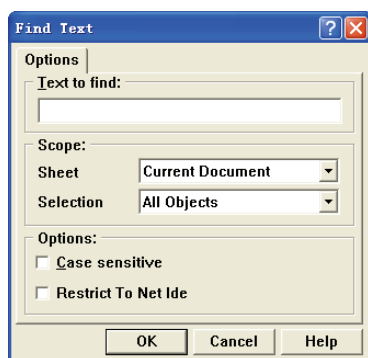
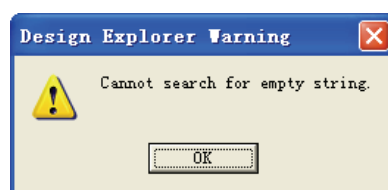
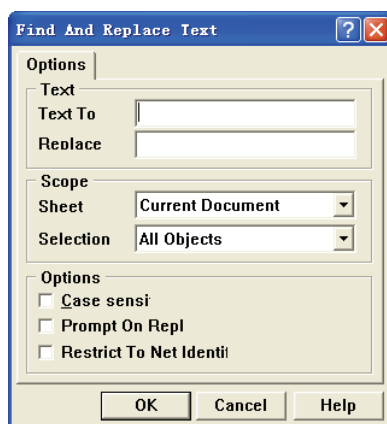

图 4-97 “Find Text” 设置对话框
图 4-98 “Design Explorer Warning” 提示对话框
图 4-99 “Find And Replace Text”设置对话框
(1) 执行该命令后, 弹出如图 4-97 所示的查找字符对话框。
(2) 按照所需设置完对话框内容之后, 单击  按钮开始查找。
(3) 如果查找成功, 在视图的中心高亮显示要查找的元件。如果没有找到需要查找的元件, 屏幕上则会弹出 “Design Explorer Warning” 提示对话框, 警告查找失败, 如图 4-98 所示。
执行该命令后,这时屏幕上就会出现如图 4-99 所示的对话框。按照所需设置完对话框内容之后,单击  按钮,按照设置的选项将工作区中的文本进行替换。
可以看出图 4-99 和图 4-97 所示的两个对话框非常相似,对于相同的部分,这里就不介绍了,读者可以参看 Find To Text 命令,下面只对上面未提到的一些选项进行解释。